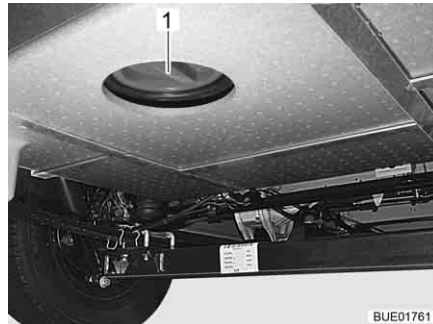

Bild 247 Rengöringsöppning avloppstank
- Öppna avloppstankens rengöringsöppning (Bild 247,1) och avtappningskranen.